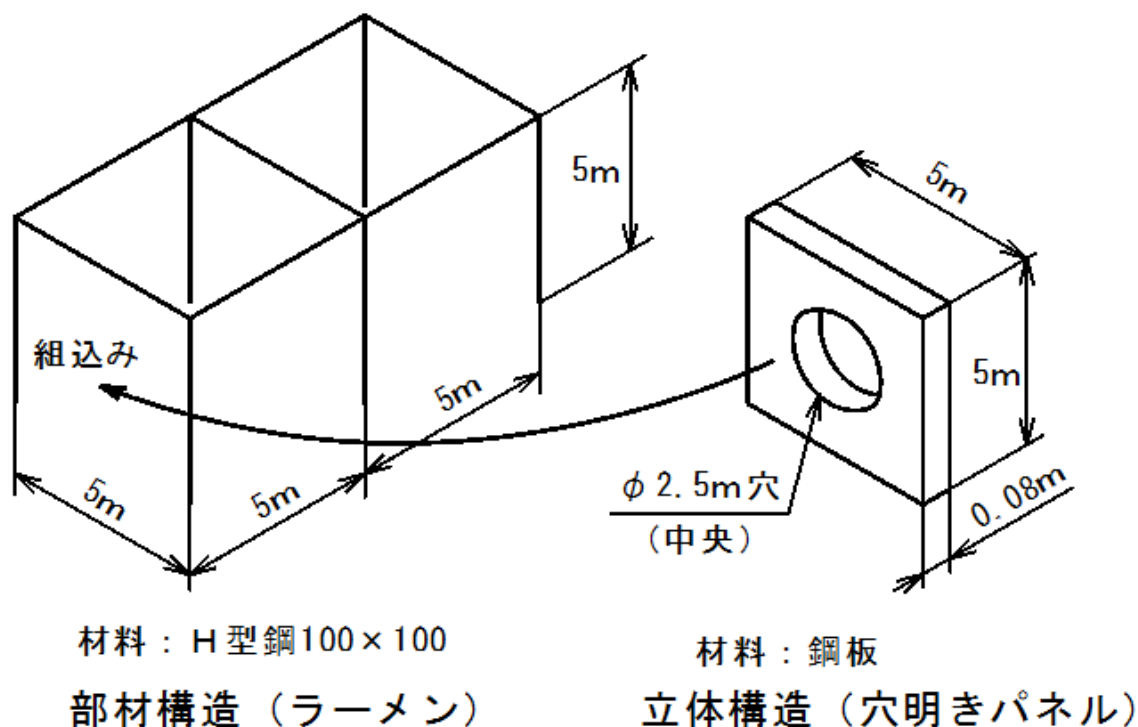

図3-1 テスト用構造モデル
以降では、図3-1に示すテスト用構造モデルを例に取り、構造データの作り方を説明します。
- 1) 図3-1で、左側の部材構造（ラーメン）に右側の立体構造（穴明きパネル）を組み込むものとします。